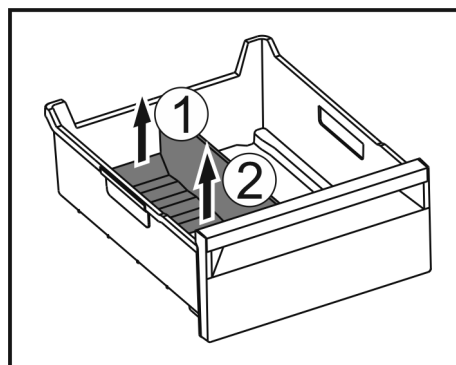

Fig. 126
- Zdvihnite zadnú časť oddelovača zásuvky na ľad. Fig. 126 (1)
- Odoberte oddelovač zásuvky na ľad nahor. Fig. 126 (2)